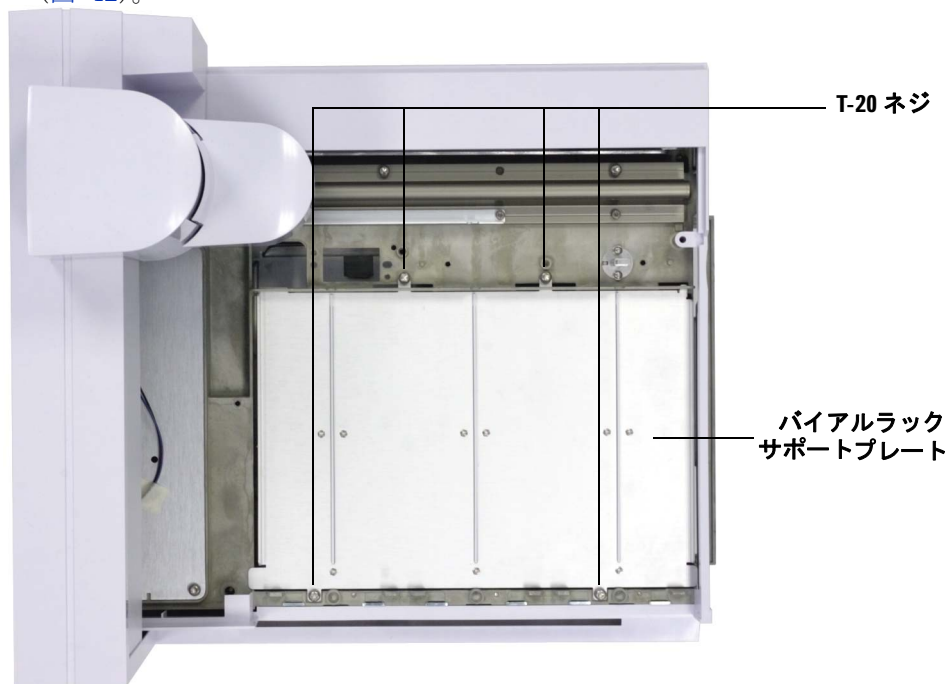

図 42 バイアルラックサポートプレートをサンプルトレイシャーシに固定している 4 本のネジを取り外す
- 23 バイアルラックサポートプレートに固定されている 4 本の T-20 トルクスネジを取り外して、横に置きます。この先、これらのネジは使用しません (図 42)。